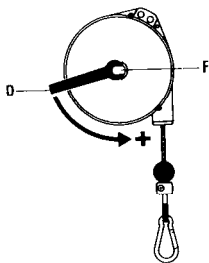

Fig. 3
- For å redusere kapasiteten press fjær 8 i retning med urviseren mens akselen F dreies i retning mot urviseren ved bruk av en skrunøkkel D (Fig. 3).
- Para reduzir a capacidade, pressione a mola 8 no sentido dos ponteiros do relógio enquanto roda o eixo F no sentido inverso ao dos ponteiros do relógio com a chave inglesa D (Fig 3).